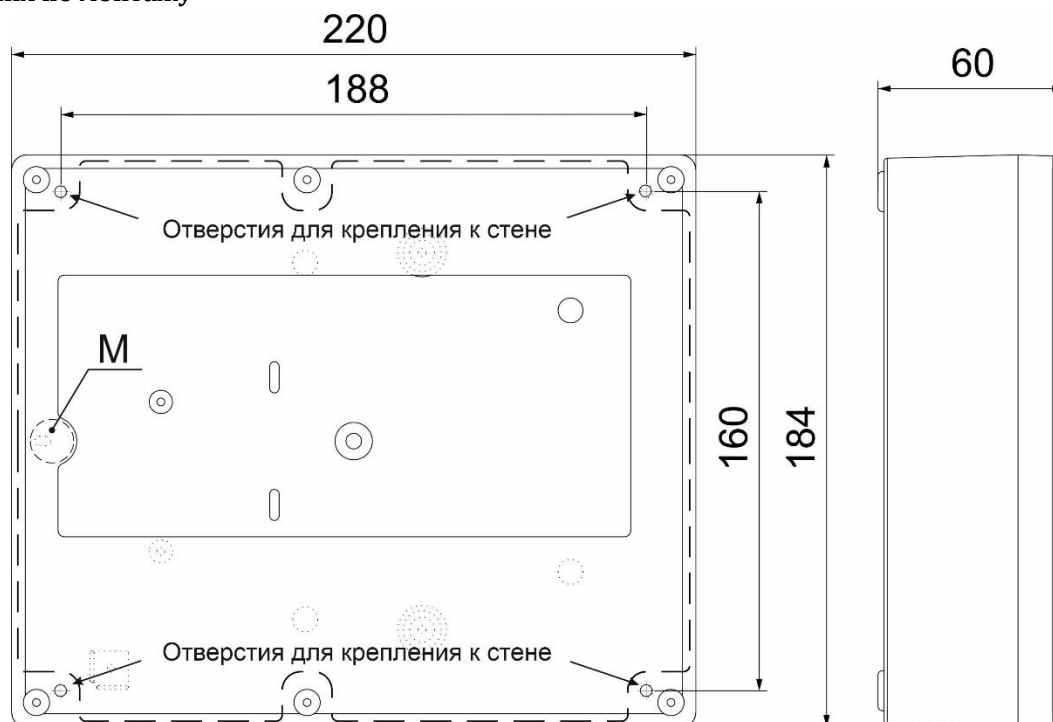

Рисунок 1
- 4.2 Крепление бокса к стене или перекрытию осуществляется только через отверстия, которые расположены в углах основания на дне пластиковых колодцев (рисунок 1).